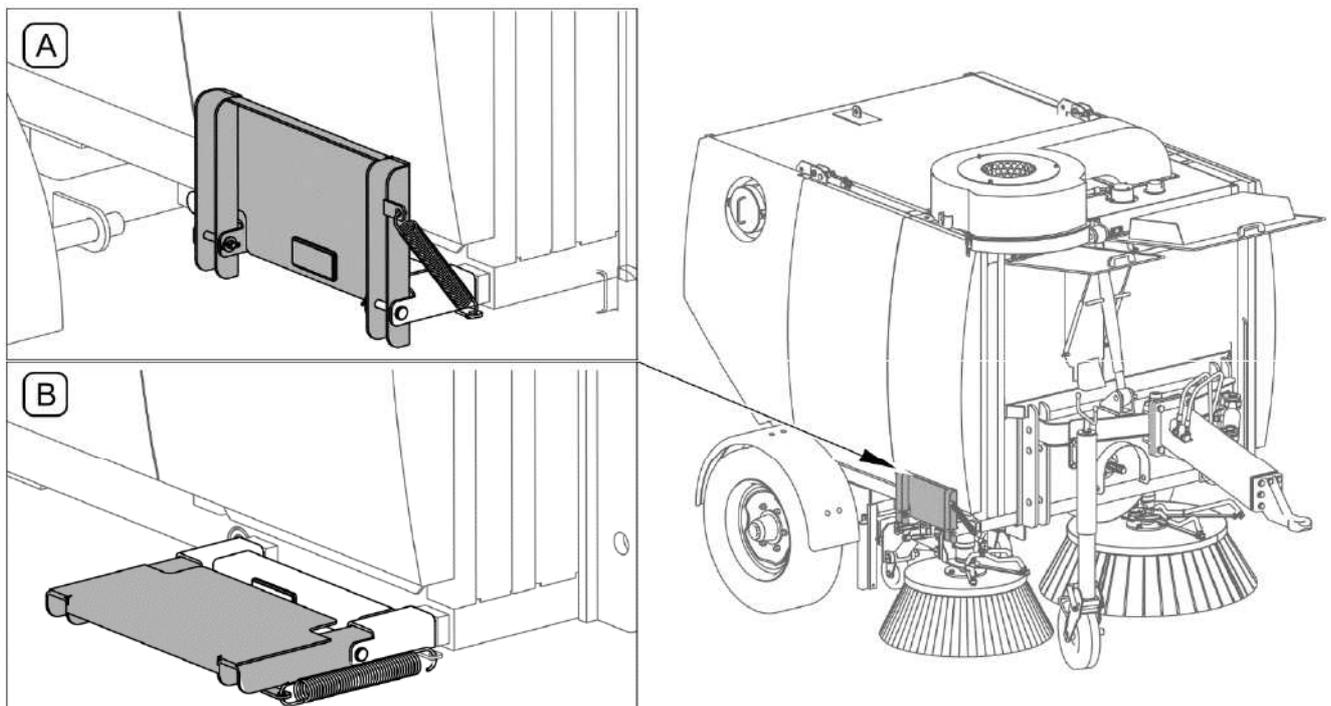
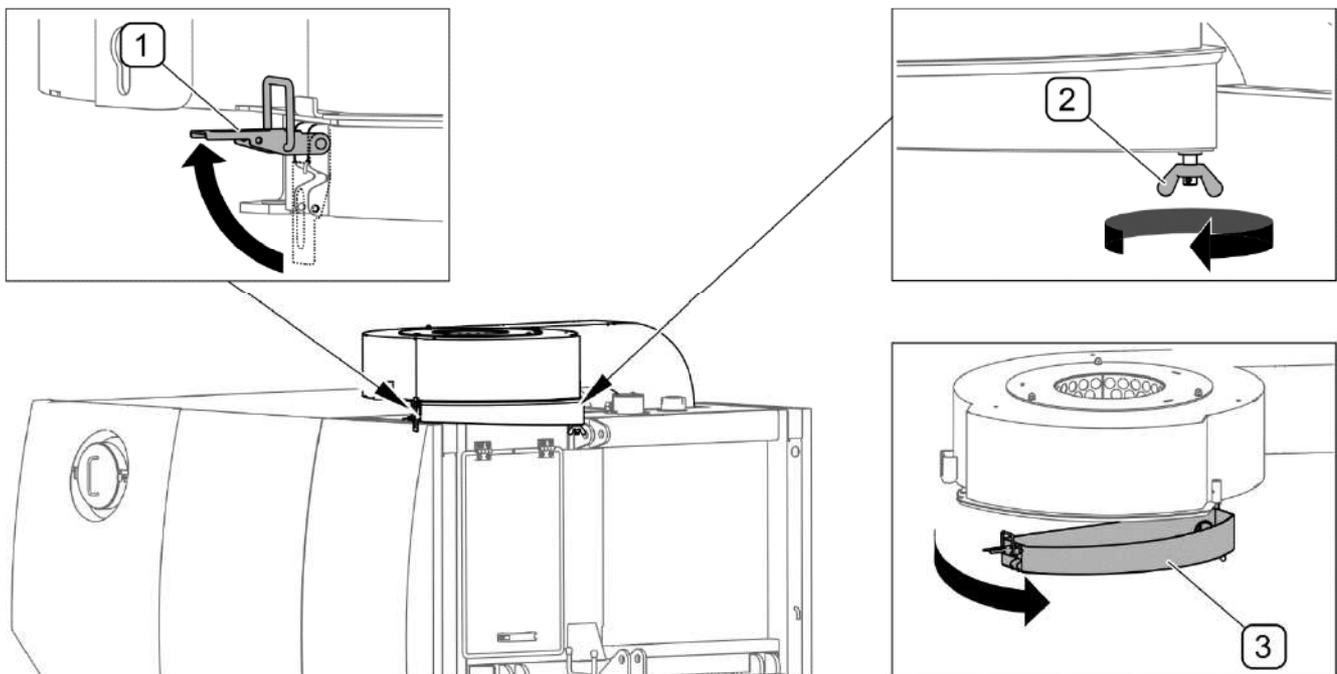

FIGURE 5.33 Perron pliable
FIGURE 5.34 Nettoyage du cyclone
Il convient de contrôler périodiquement l'état d'encrassement du cyclone de dépoussiérage installé sur la sortie de l'air du réservoir aux impuretés (FIGURE 5.34). Pour faciliter l'entretien technique du cyclone, il convient de délier le perron pliable (FIGURE 5.33) fixé aux châssis de la machine du côté droit.
Après avoir fini l'entretien technique, il convient de plier (FIGURE 5.33) le perron en position (A).
(1) - la fermeture; (2) - l'écrou de la charnière; (3) - le capot inférieur
Pour nettoyer le cyclone (FIGURE 5.34) il convient de détacher la fermeture (1) du capot inférieur, desserrer l'écrou de la charnière (2) et ensuite soulever le capot (3) vers l'avant sur la charnière. Nettoyer l'intérieur du capot inférieur (3) et contrôler le passage libre de conduit d'aspiration. Après l'avoir nettoyé, fermer le capot (3), serrer l'écrou de la charnière (2) et fermer le verrou (1).